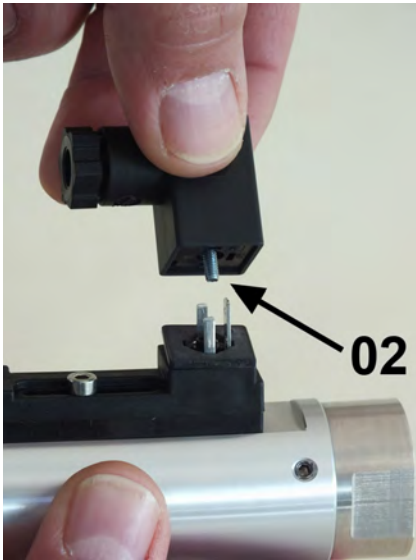

Abb. 22: Steckerdose abziehen
2. ➤ Steckerdose ( Abb. 22/02) abziehen